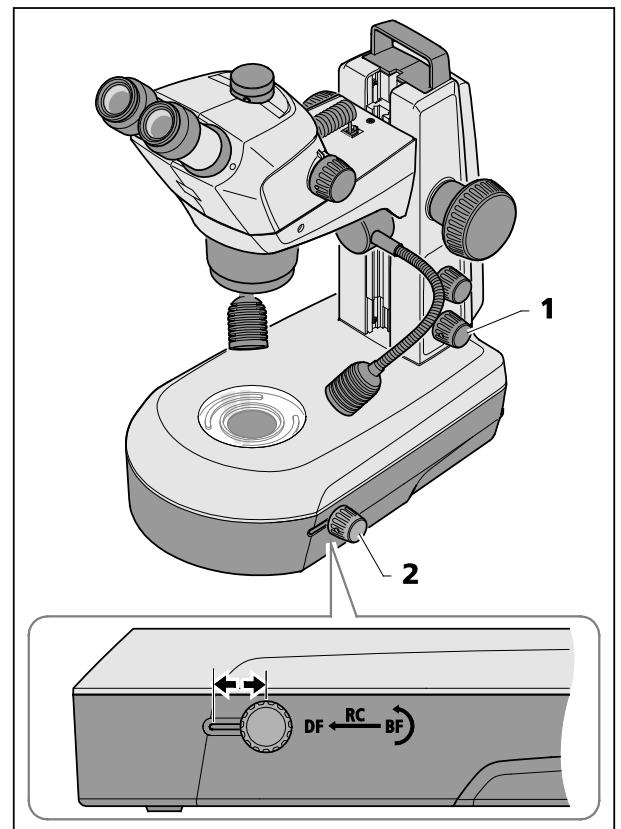

Bild 26 Durchlichteinheit im Stativ K LAB
- Durch Drücken auf den unteren Drehknopf (Bild 26/1) Durchlicht einschalten.
- Durch Schieben des Dreh-/Schiebeknopfes (Bild 26/2) in die hintere Stellung Hellfeld (BF) einstellen.
- Durch Drehen des Dreh-/Schiebeknopfes (Bild 26/2) den Klar- oder diffusen Spiegel einschwenken bzw. den Kippwinkel verstellen.
- Durch Verschieben des Dreh-/Schiebeknopfes (Bild 26/2) in die vordere Stellung wird auf Dunkelfeld-Beleuchtung (DF) umgeschaltet.
Durch Verschieben des Dreh-/Schiebeknopfes (Bild 26/2) in eine mittlere Position und durch Kippen des Spiegels werden Schräglichte effekte (RC) erzeugt, sehr gut geeignet zum Sichtbarmachen von Strukturen ungefärbter Objekte.